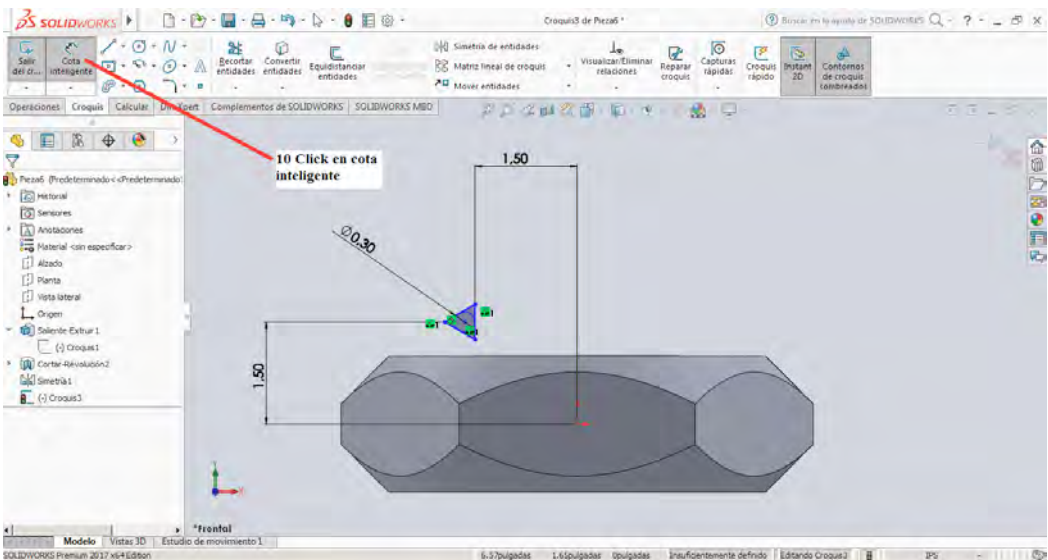

Figura 2-28
10. Click en cota inteligente y se realiza el proceso de medición que se muestran en la figura 2-28
11. Con las cotas definidas se procede realizar Click sobre la parte superior y seleccionar la cara para sobre ella dibujar un **Círculo** y se utiliza la función **Curva** y seleccionamos **Hélice** y **Espiral**, se procede a generar una espiral con los parámetros que se muestran en la figura 2-28